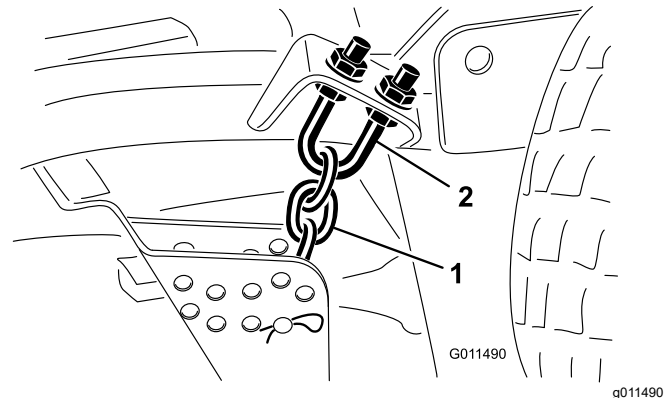

Figure 84
1. Desserrez les écrous de blocage en haut ou en bas de l'étrier fileté de la chaîne de hauteur de coupe (Figure 84).